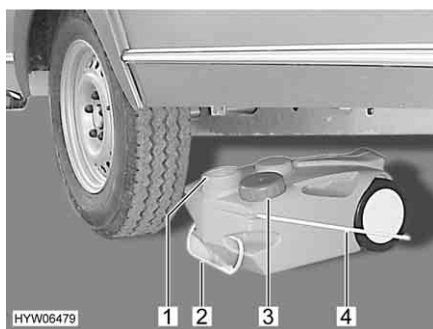

Bild 167 Avloppstank, mobil
- Stäng avloppstankens öppning (Bild 167,1) med locket (Bild 167,3).
- Drag i handtaget (Bild 167,2) för att dra ut avloppstanken.
- Fäll upp bärhandtaget (Bild 167,4) och ställ upp avloppstanken.